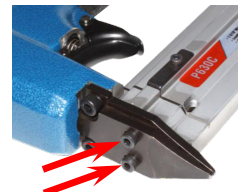

Рис. 8
- Открутите винты на крышке ствола и снимите её (Рисунок 8).